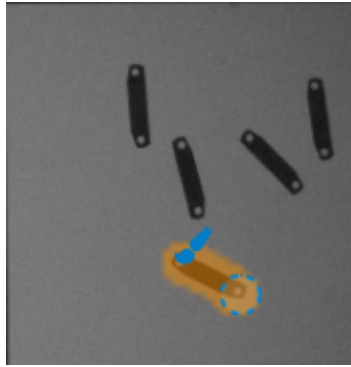

Abbildung 9: Teileformbereich zeichnen
- Klicken Sie auf **Pinzel**, um einen Bereich zu zeichnen, der ein Merkmal des Referenzteils abdeckt. Siehe Abbildung 9.